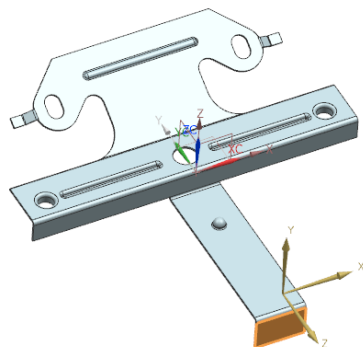

图 4-160 选择草图绘制面
(2) 单击“绘制截面”按钮，选择如图 4-160 所示的面为草图绘制面。